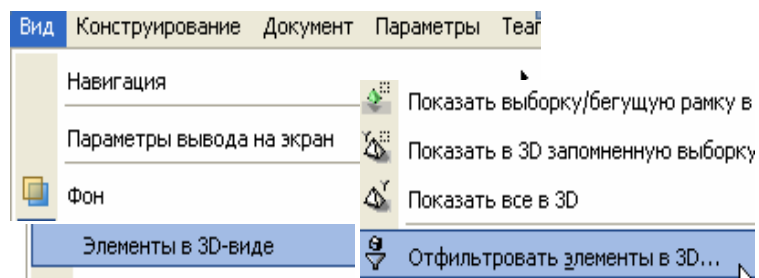
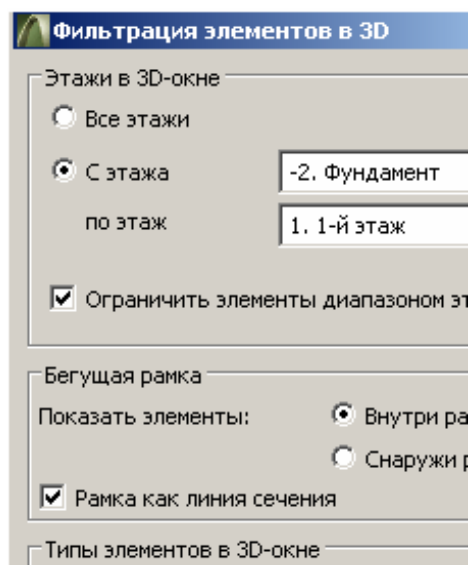

Рис. 93
Рис. 94
5. Выберите команду **Вид > Элементы в 3D > Отфильтровать элементы в 3D** (рис. 93). Открывающееся диалоговое окно позволяет определить показываемые в 3D-окне элементы на основе этажей, на которых они располагаются, их расположения внутри/снаружи факультативно определяемой бегущей рамки, а также их типов (рис. 94).